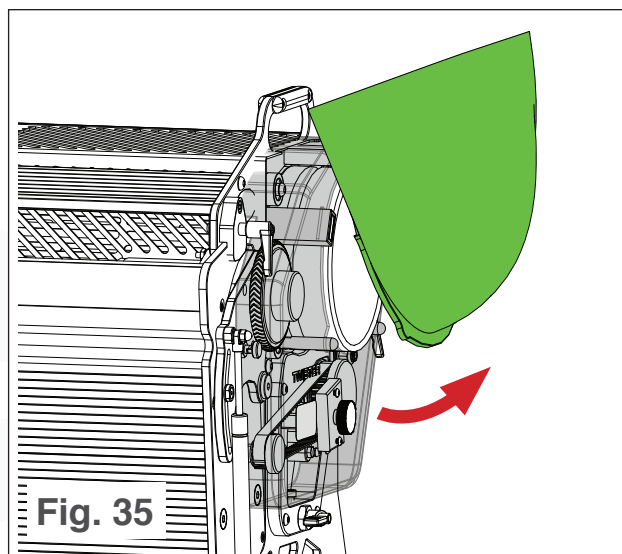

Fig. 35
1. Si usa una tolva, sáquela de la T4. Solo tire de la parte inferior de la tolva para evitar dañarla (ver Fig. 35).